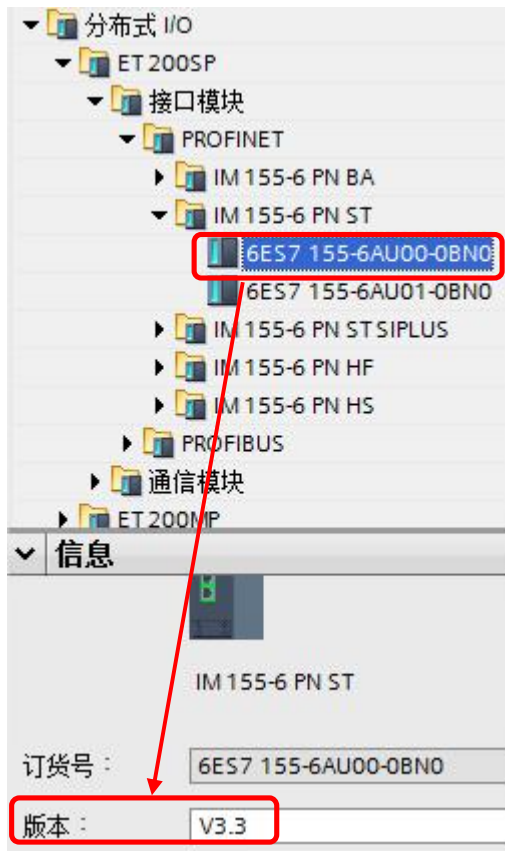

图 2-5 选择 ET200SP 站点
5) 进入网络视图，从右侧产品列表中找到 IM155-6 PN ST V3.3，如图 2-5 所示。